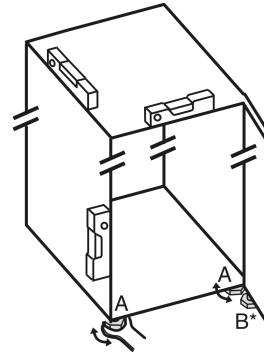

Fig. 24
- ▶ Zhvendosni këmbëzat me rregullim Fig. 24 (A) me çelës fiso dhe me ndihmën e një niveli me ujë, derisa pajisja të jetë niveluar mirë.
- ▶ Zhvendosni këmbëzat me rregullim Fig. 24 (B) në bazamentin mbështetës me çelësat fiso të përfshirë në paketim, derisa të jetë mbështetur mbi dyshteme.
- ▶ Rrotullojeni këmbën me rregullim Fig. 24 (B) sërish maksimumi 90°, për të parandaluar dëmtimin e derës.